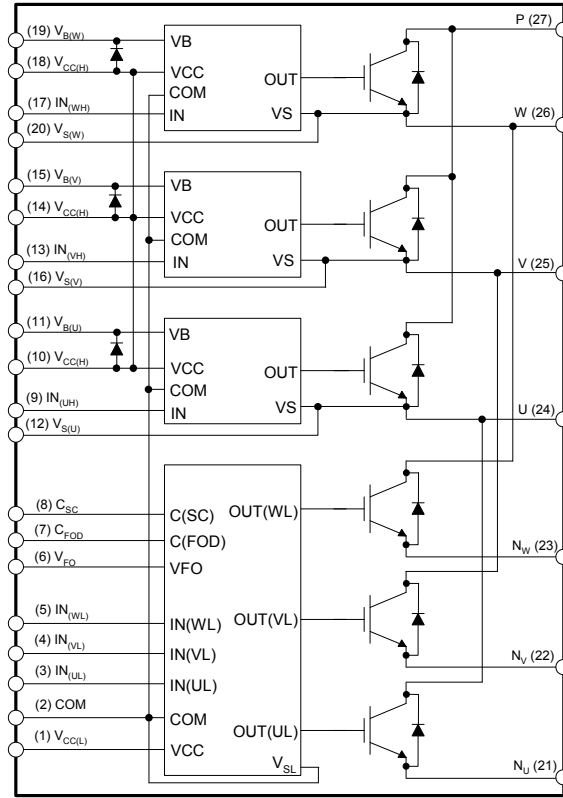

图 3. 内部框图
- 600 V - 20 A IGBT 逆变器，适用于三相 DC / AC 功率转换（请参阅图 3）